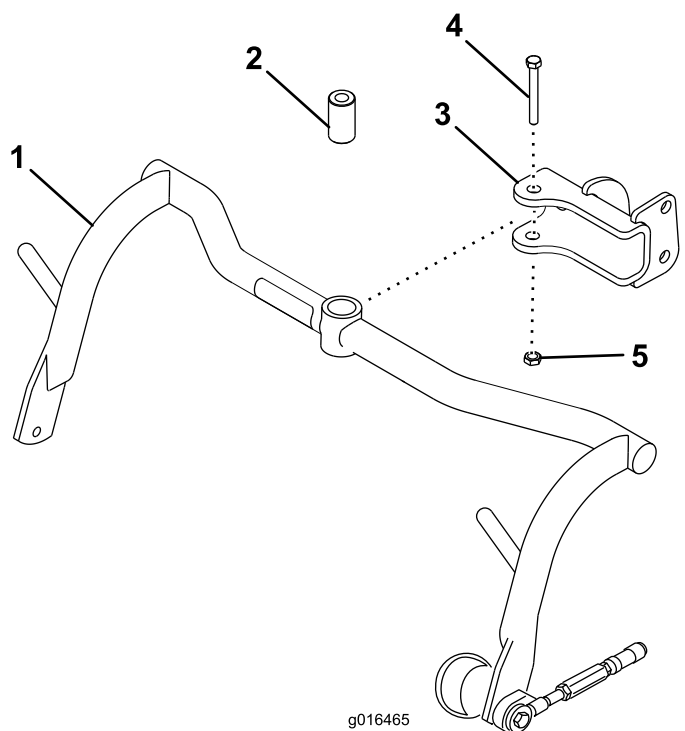

Figura 5
1. Montați un ansamblu de cadru de susinere pe fiecare tift cu un distanțier, un urub ($\frac{1}{2}$ x 3- $\frac{1}{4}$ ") și o contrapiuliță ($\frac{1}{2}$ "); consultați Figura 5. Strângeți la un cuplu între 91-113 N·m.